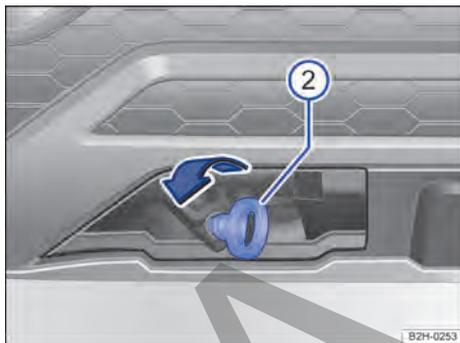

Fig. 173 En el lado derecho del paragolpes delantero: enrosca la argolla de remolque.
1. Enrosque la argolla de remolque en el alojamiento girándola al máximo **en el sentido de la flecha** → fig. 173 ②.
2. Utilice un objeto adecuado con el que pueda enrosca completa y fijamente la argolla de remolque en su alojamiento → ①.